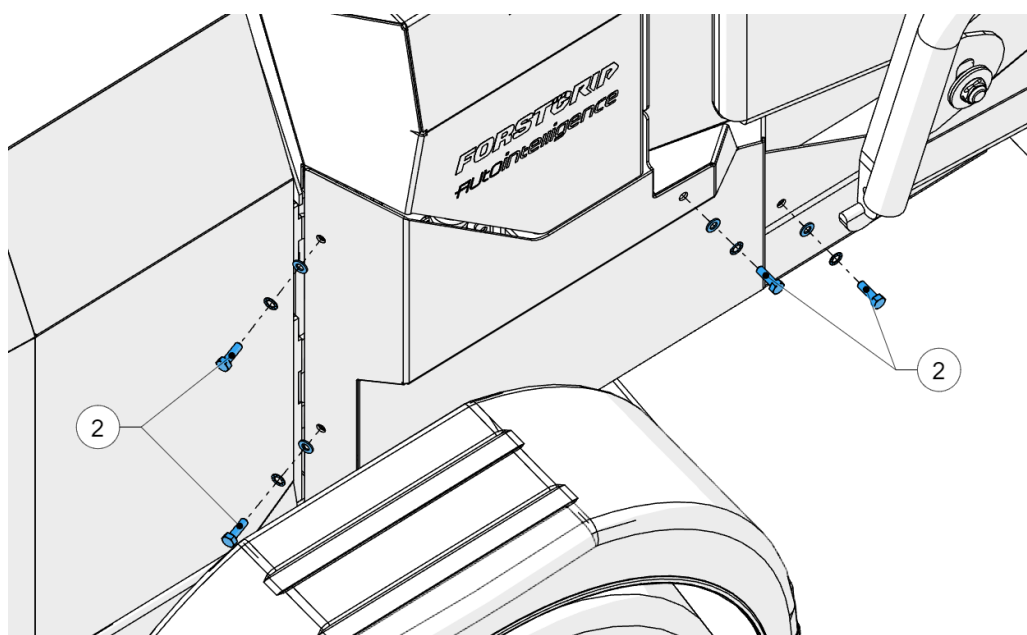

Figure 54 - Retirez les boulons
3. Déposez les boulons qui fixent le panneau (2, Figure 54).
4. Inclinez le panneau latéral vers vous légèrement et faites le glisser vers le haut et éloigné de la machine (1, Figure 54).